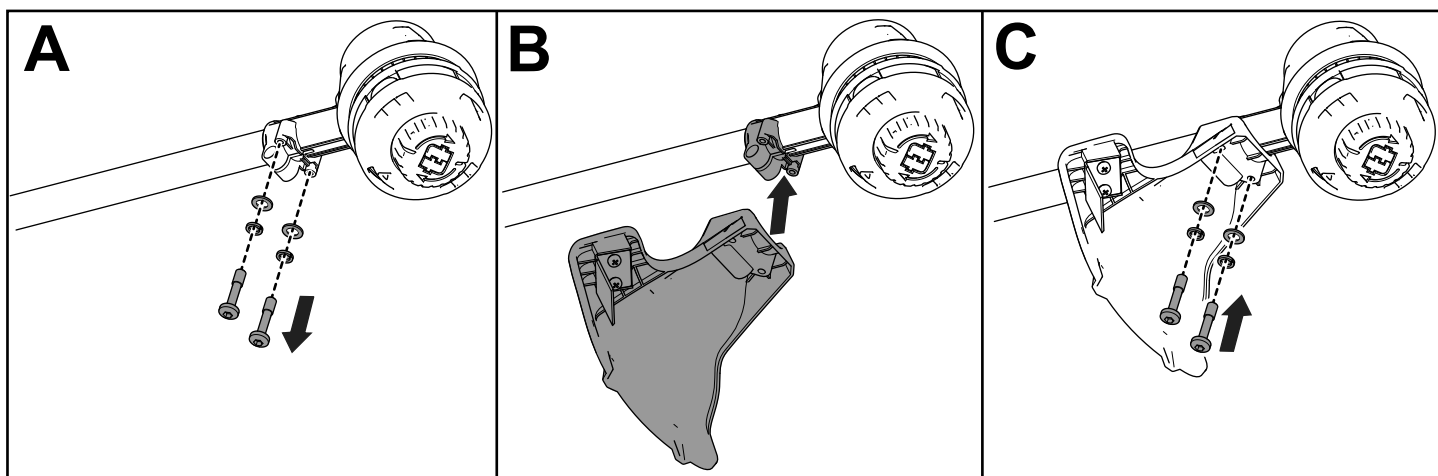

Figura 6
1. Usando la llave allen suministrada, retire los 2 tornillos allen, las 2 arandelas y los 2 espaciadores de la base de la desbrozadora (Figura 6, A).
2. Alinee el protector con la base de la desbrozadora (Figura 6, B).